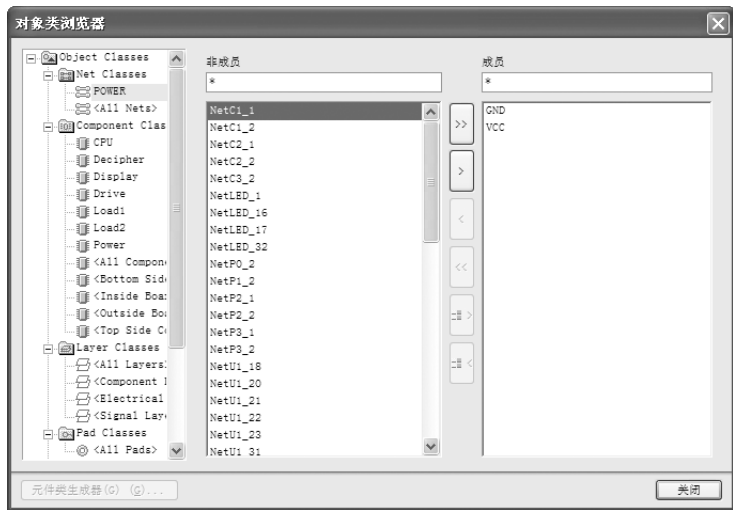

图 15-54 显示属性
3) 选择该分类, 右键单击鼠标, 在弹出的右键快捷菜单中选择“重命名类”命令, 将其名称改为“POWER”, 右侧将显示其属性, 如图 15-54 所示。